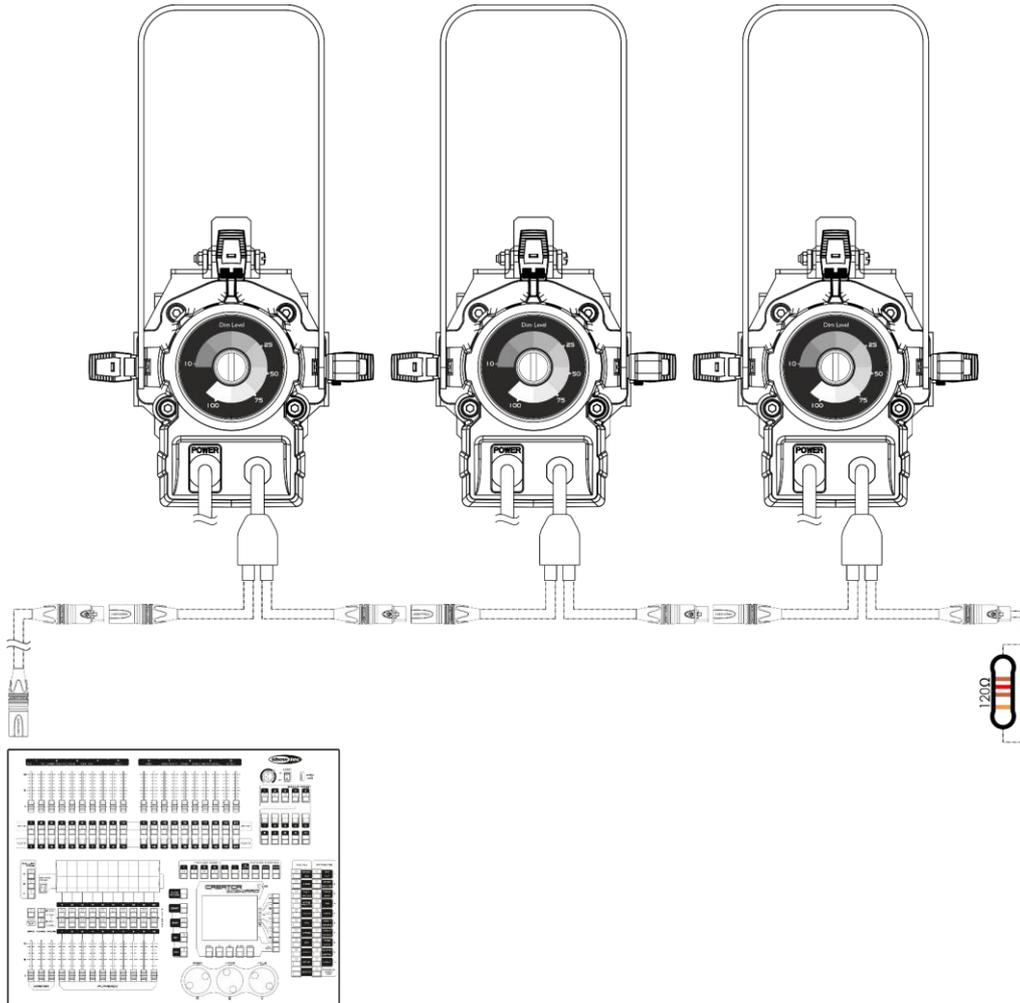

Fig. 09
- 04) Conecte las unidades entre ellas como se indica en la Fig. 09. Conecte un cable de señal DMX que vaya desde el conector DMX OUT (salida) de la primera unidad al conector DMX In (entrada) de la segunda unidad. Repita este proceso para conectar las unidades segunda, tercera y cuarta entre ellas.